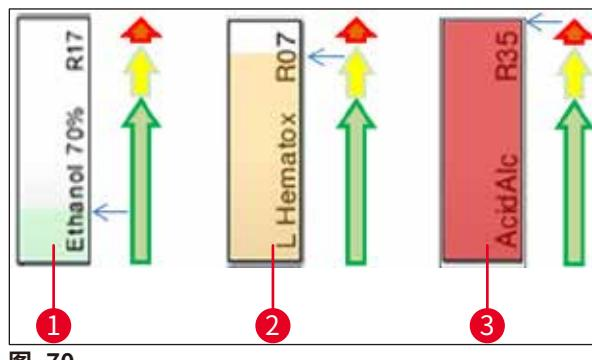

图 70
- 背景颜色 (→ “图 70”)
- 背景颜色显示试剂使用状态 (“图 70”)。随着试剂的消耗，颜色条从下往上升高，并根据消耗状态改变颜色。